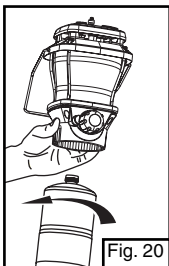

Fig. 20
- Séparez la bouteille de propane de la lanterne. (Fig. 20)